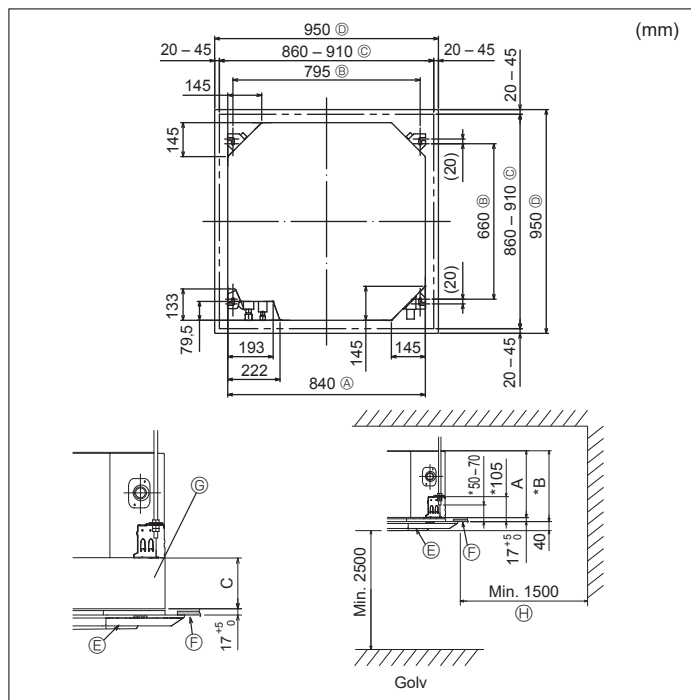

Fig. 3-2
3.2. Taköppning och installationsplatser för upphängningsbultar (Fig. 3-2)
- Måtten på taköppningen kan regleras inom området visat i Fig. 3-2; så centrera huvudenheten mot taköppningen och försäkra att respektive motsatta sidor på alla sidor om spelrummet mellan dem blir identiska.